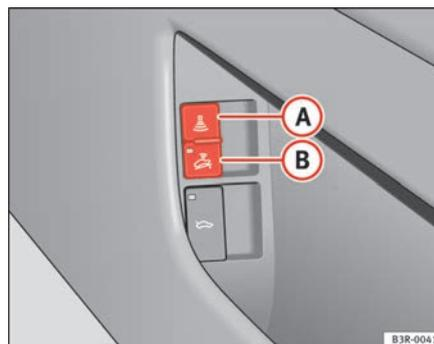

Fig. 77 Commande de surveillance de l'habitacle
- Ouvrez la porte et tirez sur la touche **A** portant le symbole  et située à côté du vide-poches dans la porte du conducteur ⇒ fig. 77.
⇒ page 109, fig. 77.